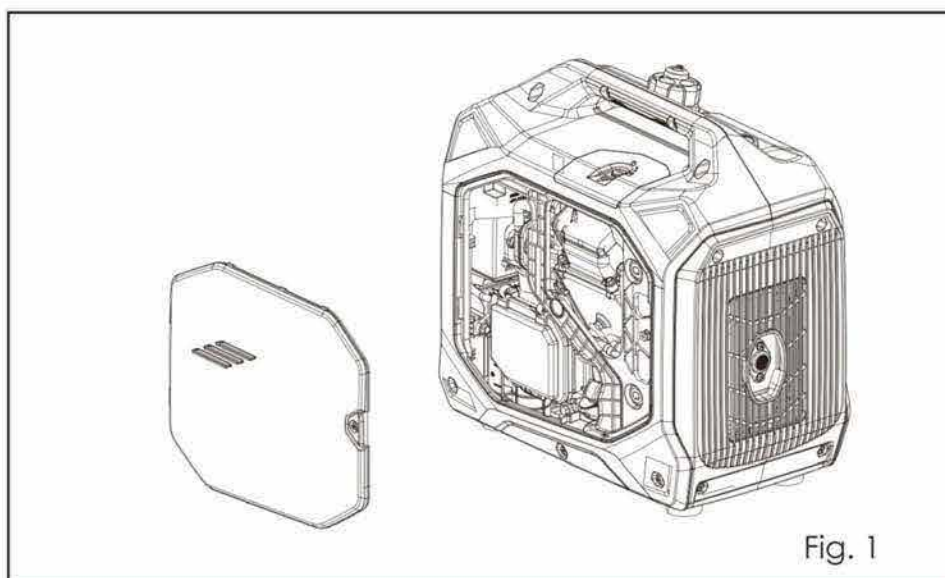

Fig. 1
- Pour changer l'huile, retirez d'abord le Panneau de entretine (Fig. 1).